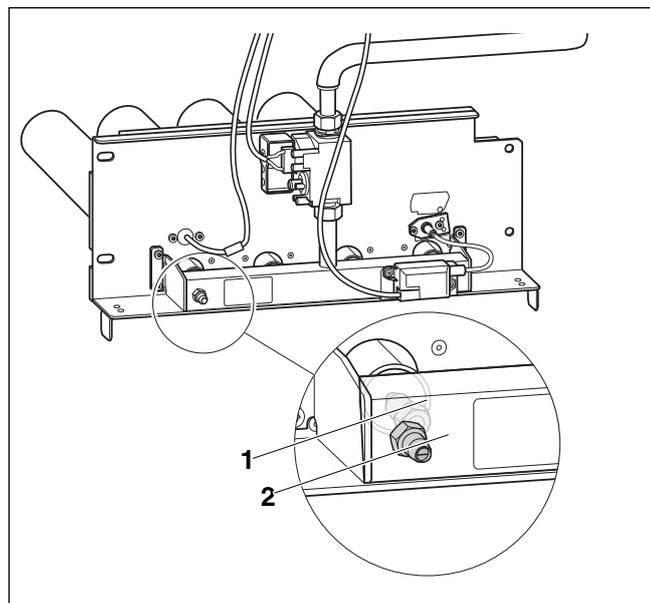

Рис. 48 Замена форсунок основного газа
- ▶ Заменить форсунки основного газа (→ рис. 48, [1]) на форсунки для нового вида газа. При этом нужно установить новые уплотнения.
- ▶ На два оборота открутить измерительный ниппель (→ рис. 48, [2]) на газораспределительной гребенке и надеть измерительный шланг U-образного манометра.